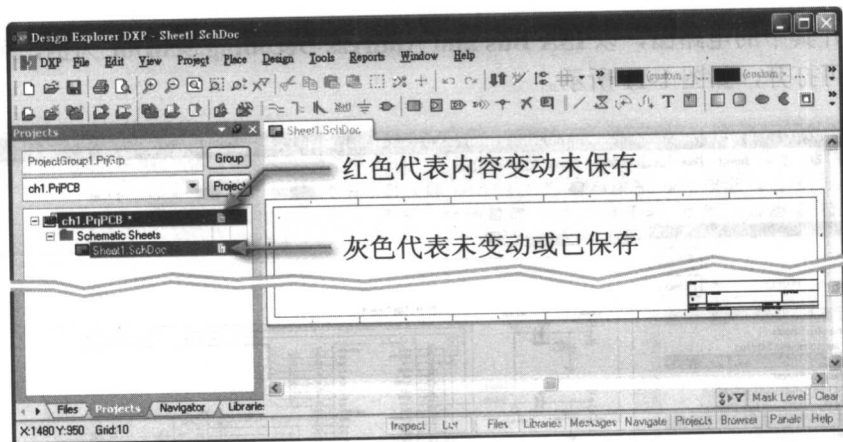

图 1-8 电路图编辑环境
- 4 指定所要新建的文件种类后,在 **Projects** 面板里,将产生一个文件,以电路图文件(Schematic 项)为例,将产生 Sheet1.SchDoc 项,同时,也进入电路图编辑环境,如图 1-8 所示。